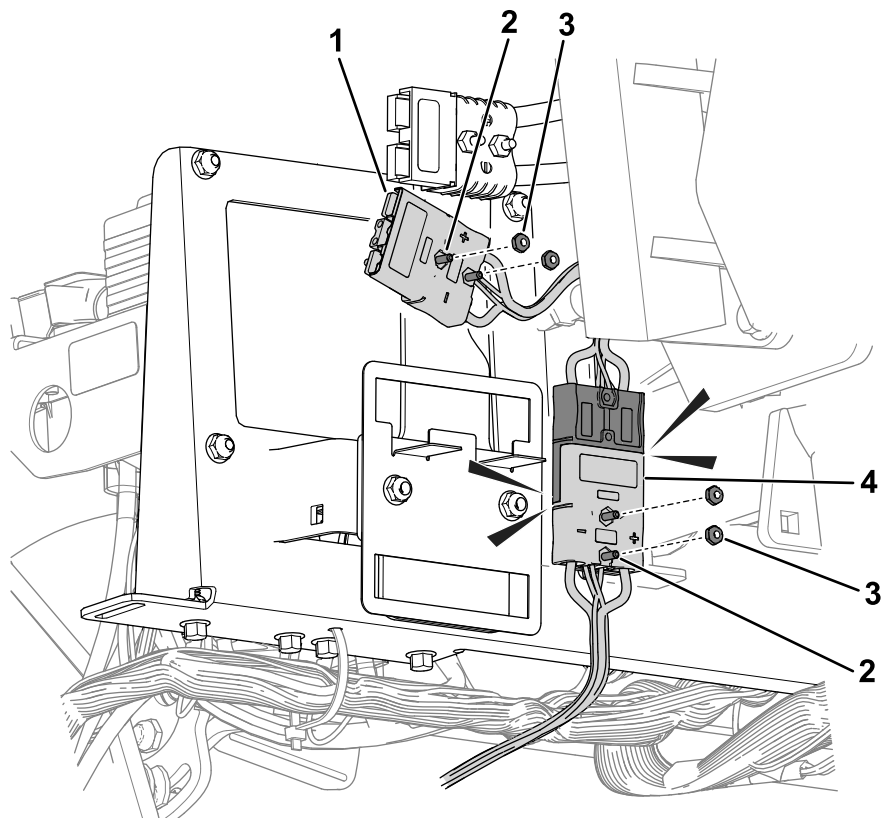

Figur 38
- Använd den tidigare borttagna flänsskruven ($\frac{1}{4}$ tum) och flänsmuttern ($\frac{1}{4}$ tum) för att fästa kontaktfästet och säkringsfästet på ramen (Figur 38).